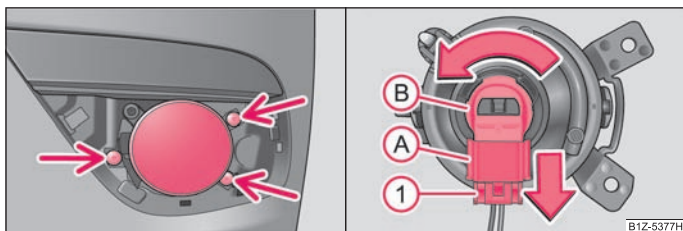

Abb. 199 Vorderer Stoßfänger: Nebelscheinwerfer / Nebelscheinwerfer: Glühlampe wechseln
- Drehen Sie mit Hilfe des Schraubenziehers aus dem Bordwerkzeug ²¹⁾ die Schrauben heraus → Abb. 199 - links.